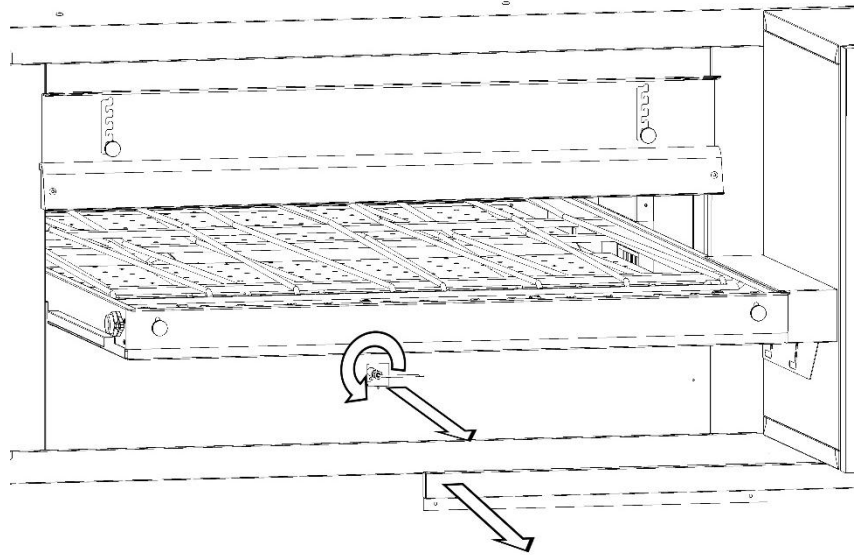

Fig.10B
4. Togliere il carter di protezione sonda (Fig.10B).
5. Con una chiave da 12 allentare il dado di fissaggio del supporto e sfilare la sonda (Fig.10B).